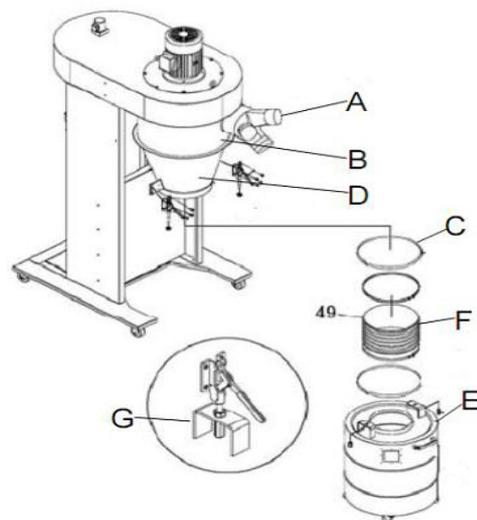

Abb. 10: Sammelbehälter mit Zyklontrichter montieren
Schritt 12: Montieren Sie den Absaugstutzen (A, Abb.10) an das Gehäuse (B, Abb.10).
Schritt 13: Setzen Sie den Schlauch (F, Abb.10) zwischen den Sammelbehälter (E, Abb.10) und Zyklontrichter (D, Abb.10) ein und befestigen Sie ihn mit der Schlauchklemme (C, Abb.10).
Schritt 14: Befestigen Sie den Schnellverschluss (G, Abb.10) am Zyklontrichter (D, Abb.10) und verwenden Sie die Mutter M10, um das andere Ende des Schnellverschlusses (G, Abb.10) am Behälterdeckel (E Abb.10) zu befestigen.